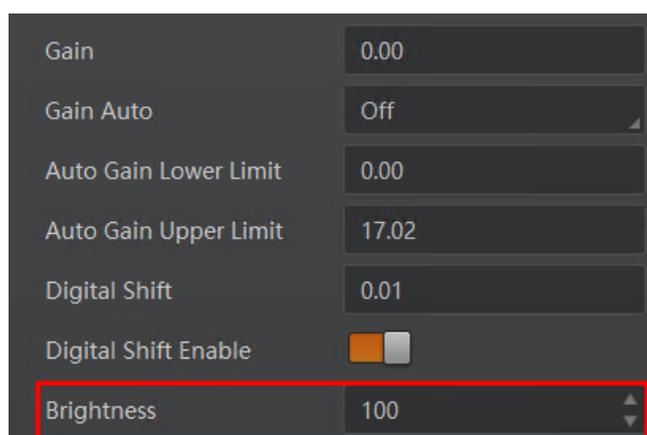

图10-24 亮度设置
2. 在 *Analog Control* 属性下，设置参数 *Brightness* 的值，如图 10-24 所示。亮度参数范围为 0 ~ 255。